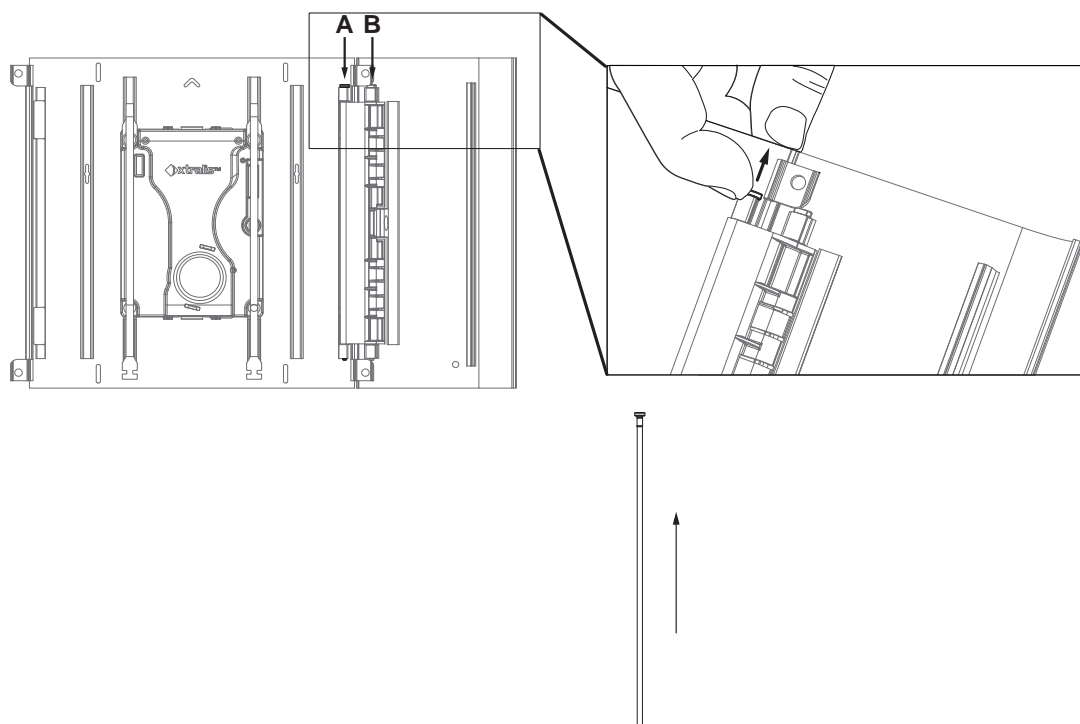
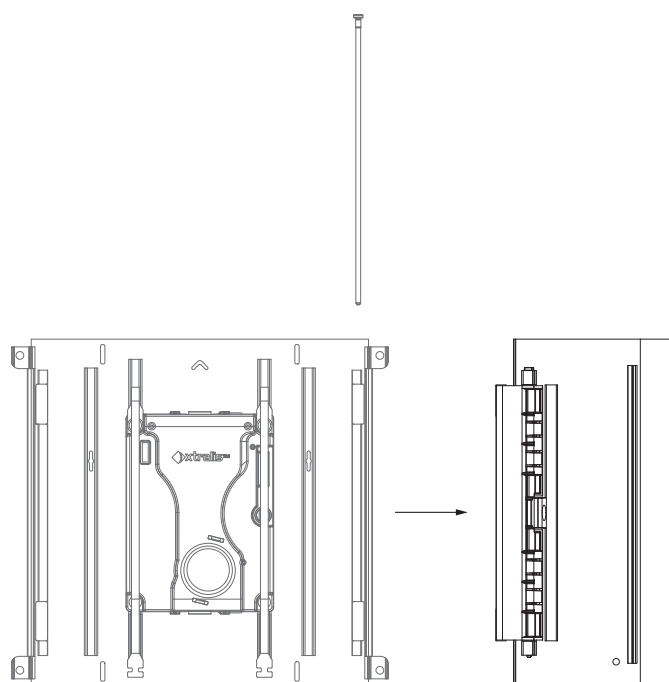

Рис. 4-9: Извлечение спицы дверной петли A
Рис. 4-10: Отсоединение дверцы
5. Отсоедините переднюю дверцу от передней панели, вытянув спицу А из петли (Рис. 4-9, Рис. 4-10). Оставьте спицу В на месте, не извлекайте ее.